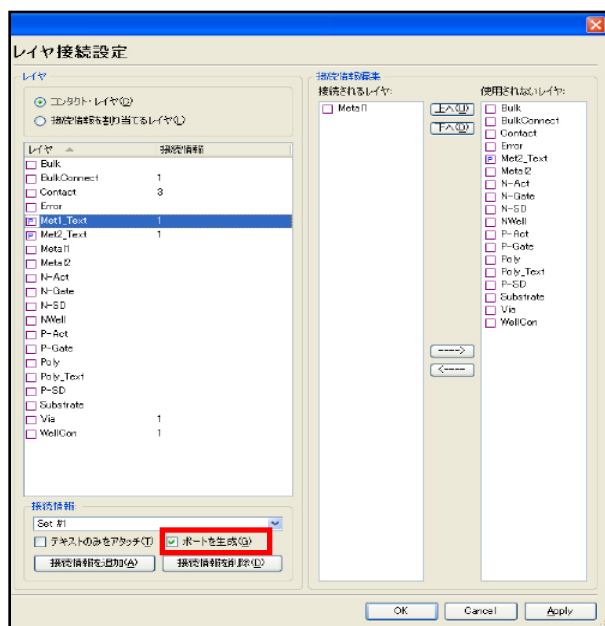

図2: ポート生成の設定
- これらのラベルは、いくつかのポートを自動的に生成するように設定されたレイヤを用いて設計する必要があります。この設定を行うには、Guardian NET のメニューバーから [設定] → [テクノロジー情報] → [レイヤ接続設定] を選択し、[レイヤ接続設定] 設定ページを開き、図2(下図)の枠線で囲まれたオプションをオンにします。このように設定することで、レイヤ "Met1_Text" とともに生成されたすべてのラベルがポートを生成します。